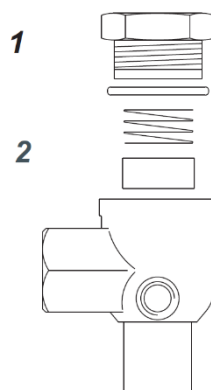

Abb. 19: Rückschlagventil
d) Undichtigkeit am Rückschlagventil.	<ul style="list-style-type: none"> <li>Das flexible Druckrohr muss vom Rückschlagventil abgenommen werden.</li> <li>Bitte prüfen Sie, ob Luft über das Rückschlagventil entweicht.</li> <li>Wenn es passiert, den Ventilpfropfen losschrauben (Abb. 19: Nr. 1), und den Gummipropfen (Abb. 19: Nr. 2) und seinen Sitz mit einem trockenen Tuch genau saubermachen.</li> <li>Ist das Ventil undicht, muss dieses ausgewechselt werden.</li> </ul>